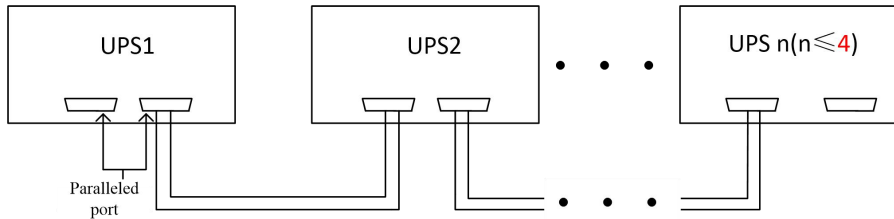

Figura 4.2 Comunicación Conexión Gráfico de Máquinas paralelo
2. Como se muestra en la figura 4.2, se deben conectar los puertos paralelo en la siguiente secuencia para todas las UPS listas para el sistema paralelo, es posible emparejar 4 máquinas como máximo.